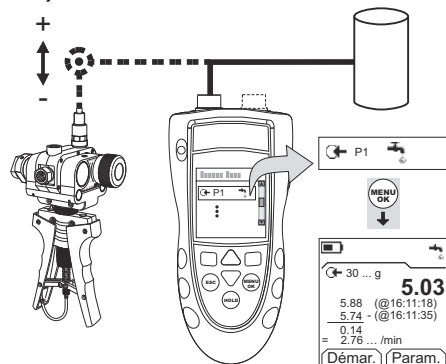

Figure 3 : Exemple de configuration - Test de fuite
1. Raccorder l'instrument (Figure 3) et, si nécessaire, régler la Configuration (Tableau 1).